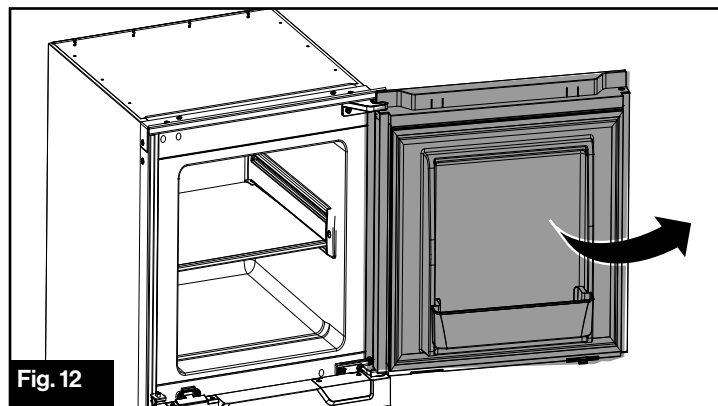

Fig. 12
1. Abra la puerta del compartimiento. (Fig. 12)